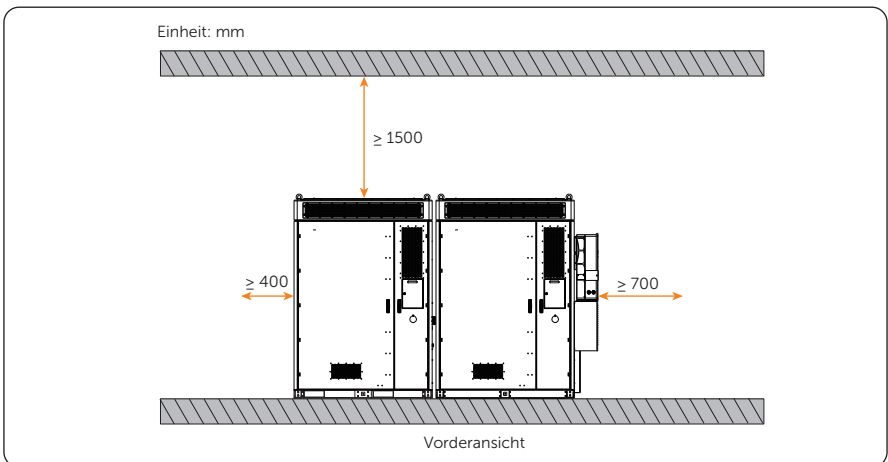

Abbildung 4-6 Zwei und mehr Schränke
- Mehrere Schränke (siehe Abbildung 4-6 und Abbildung 4-7)